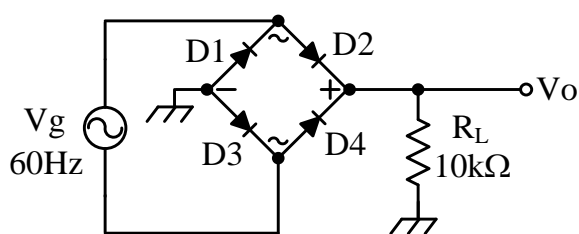

Figura 3. Rectificador Puente de Diodo.
1.2.1) En el rectificador de la Figura 3 calcular la tensión DC, determinar la tensión de salida y dibujar su forma de onda indicando todos sus puntos de interés.
2.2.1) Para el circuito de la Figura 3, observe y mida los puntos de interés de la forma de onda a la salida Vo.